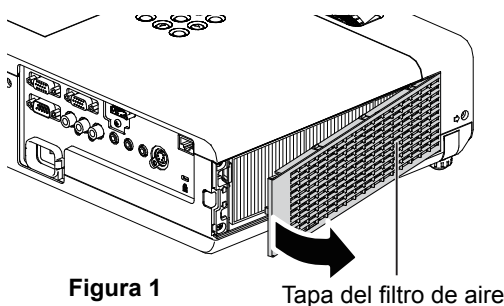

Figura 1
1) Quite la tapa del filtro de aire. (Figura 1)